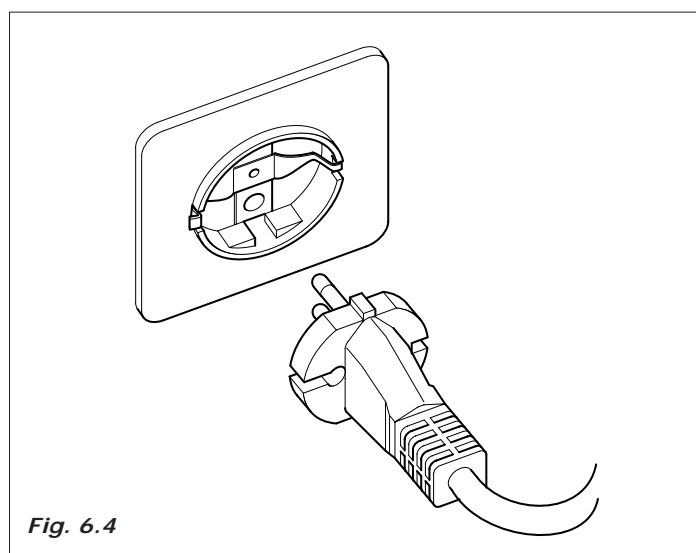

Fig. 6.4
- O distribuidor é equipado de cabo de alimentação H05VV-F 3x1,5mm², com tomada SCHUKO (Fig. 6.4).